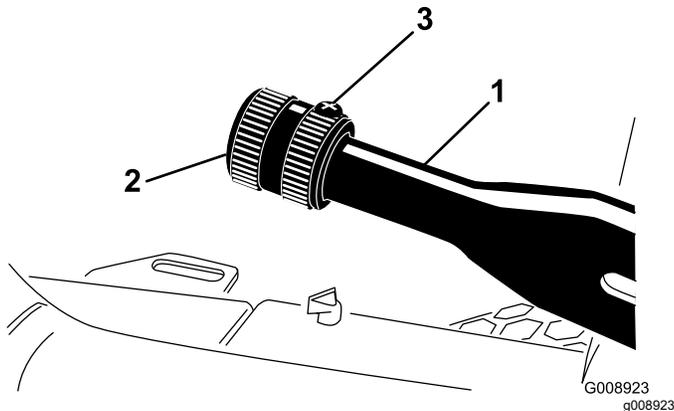

図 59
2. ブレーキレバーに調整ノブを固定している固定ねじをゆるめる 図 59。